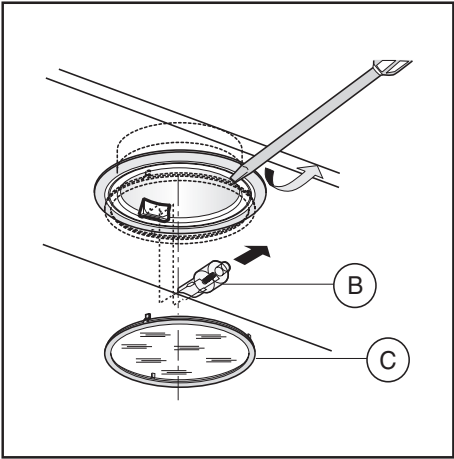

Fig.13
• **Replacing halogen light bulbs (Fig. 13).**